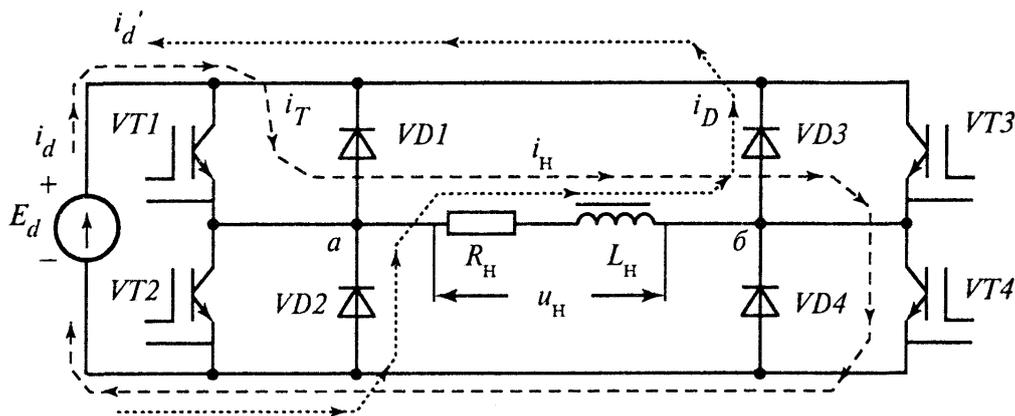
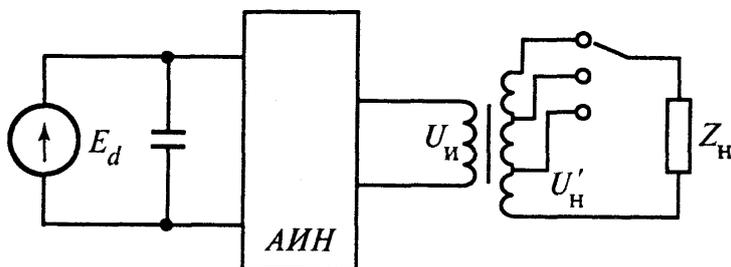

Рис. 1
Рис. 2
1. Однофазный АИН собран по схеме рис.1 $E_d = 100$ В, $R_H = 10$ Ом, $L_H = 0,064$ Гн, $f_H = 50$ Гц. Определить максимальное значение тока нагрузки $I_{H \cdot \max}$.
2. Однофазный АИН собран по схеме рис.1 $E_d = 100$ В, $R_H = 10$ Ом, $L_H = 0,064$ Гн, $f_H = 50$ Гц. Определить минимальное значение тока нагрузки $I_{H \cdot \min}$.
3. Однофазный АИН собран по схеме рис.1. Используя метод основной гармоники (считая, что потребляемый от инвертора ток имеет синусоидальную форму), рассчитать, на какие средние значения токов должны быть выбраны силовые транзисторы (I_{VT}), обратные диоды (I_{VD}). Определить среднее значение тока, потребляемого от источника постоянного напряжения I_d , максимальное значение напряжения, прикладываемого к транзисторам U_{VTmax} и обратным диодам U_{VDmax} , если действующее значение выходного тока инвертора $I_{вых} = 10$ А, угол
4. Однофазный АИН собран по схеме рис.1 и формирует кривую выходного напряжения в виде меандра. Определить необходимое значение напряжения источника питания E_d и E'_d для получения действующего значения напряжения на нагрузке: а) $U_H = 100$ В; б) $U'_H = 50$ В.
5. Однофазный АИН собран по схеме рис.1 и формирует кривую выходного напряжения в виде меандра. Определить необходимое значение коэффициента трансформации выходного трансформатора (рис.2) K_T для получения действующего значения напряжения на нагрузке $U_H = 100$ В, если напряжение источника питания $E_d = 50$ В.